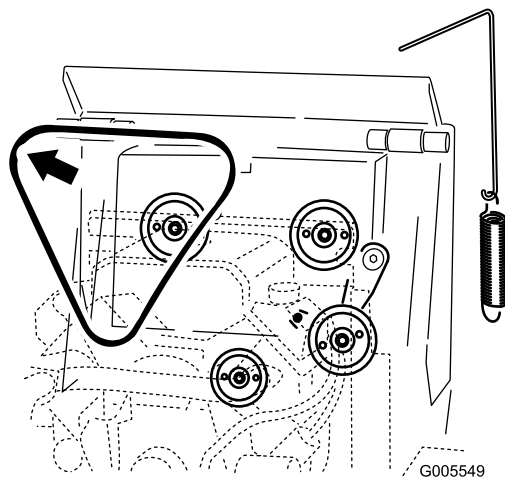

Figura 52
5. Rimuovete la cinghia dalle 3 pulegge (Figura 52).